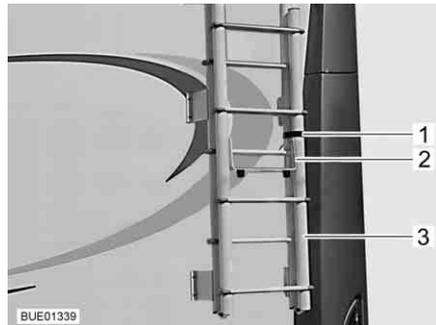

Fig. 1 Echelle rabattue vers le haut
- Détacher la courroie (Fig. 1,1) situé sur l'échelle (Fig. 1,3) à l'arrière du véhicule.
- Déplier l'arceau de protection (Fig. 1,2).